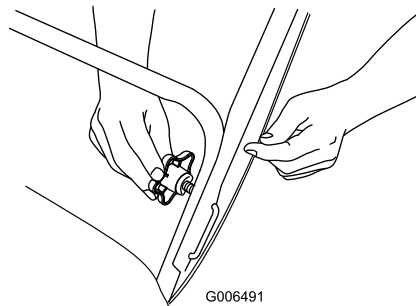

Рисунок 5
2. Вставьте конец фиксатора “П”-образной рукоятки в открытое отверстие рукоятки, и надежно затяните головки рукоятки (Рисунок 5).